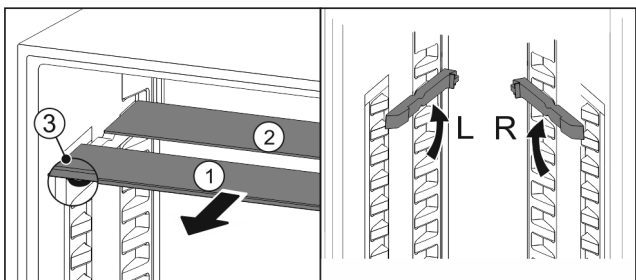

Fig. 78
- ▶ Vytiahnite sklené dosky jednotlivu dopredu Fig. 78 (1).
- ▷ Sklená doska Fig. 78 (1) s ozdobnou lištou leží vpredu.
- ▷ Zarážky Fig. 78 (3) ukazujú nadol.